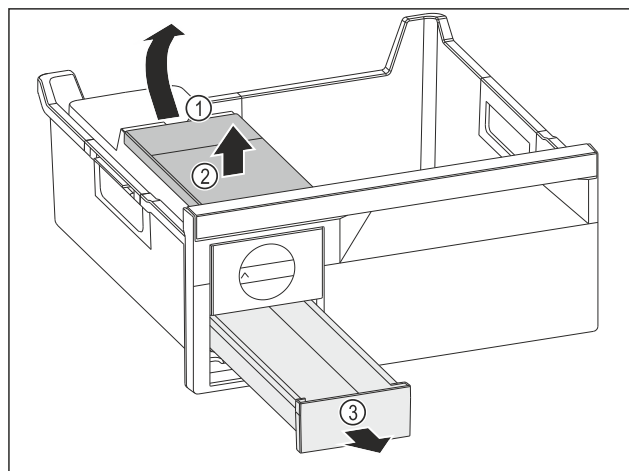

Fig. 182
- Scoaterea rezervorului de apă: Ridicați rezervorul de apă de la degajare Fig. 182 (1).
- Scoateți rezervorul de apă Fig. 182 (2) în sus.
- Scoateți sertarul pentru cuburi de gheață Fig. 182 (3) spre înainte.